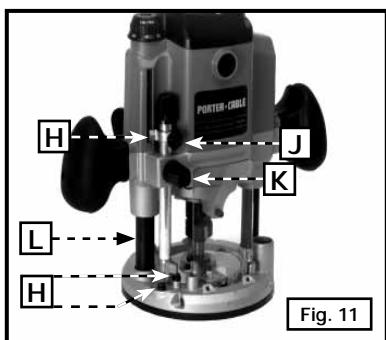
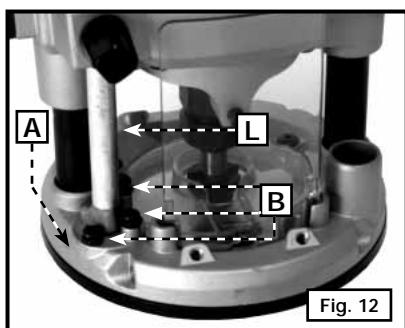

Fig. 11
Fig. 12
1. Desserrez la poignée de verrouillage (K), Fig. 11 de la barre profondeur, et la poignée (J), Fig. 11 de l'indicateur de profondeur pour permettre à la barre de profondeur (L), Fig. 11 de toucher l'une des butées de profondeur (M), Fig. 11. D'habitude, la passe la plus profonde se règle avec la barre de profondeur reposant sur la partie moulée de l'embase (A), Fig. 12. Les trois butées réglables (B), Fig. 12 peuvent être réglées à n'importe quelle profondeur, ce qui permet d'échelonner les passes sans surcharger le moteur et/ou d'usiner à des profondeurs différentes si nécessaire pour un travail particulier.
- Serrez le bouton de blocage de la tige de profondeur (K) Fig. 11.